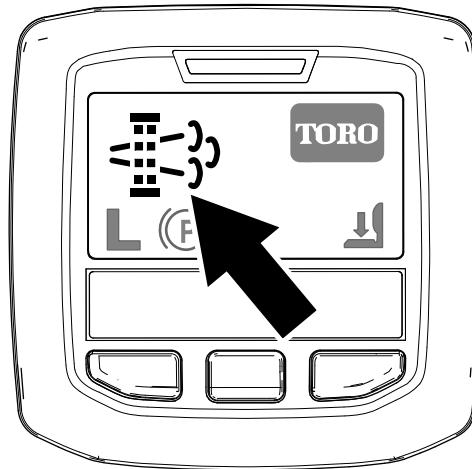

Figura 41
- Nell'InfoCenter viene visualizzata l'icona di richiesta rigenerazione parcheggiata (Figura 41).